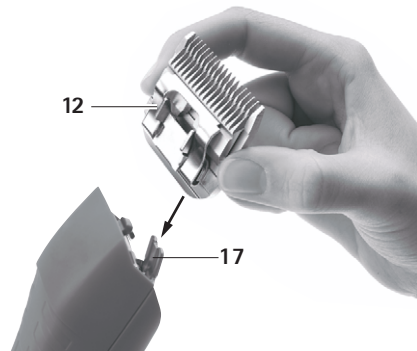

Fig. 2
- Conectar el cabezal de corte 12 a la bisagra del cabezal abierta 17, ver Fig. 2.
- Empujar suavemente el cabezal de corte 12 hacia la esquiladora DURATI, ver Fig. 2. El cabezal de corte 12 se enclava de forma audible.